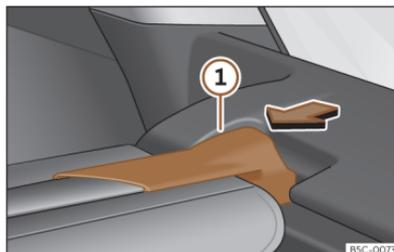

Abb. 176 Im Kofferraum: Abdeckung ausbauen.
- Drücken Sie die Aufhängung der Abdeckung >>> (Abb. 176) ① in Pfeilrichtung.
- Lassen Sie die Aufhängung der Abdeckung >>> (Abb. 176) ① auf der anderen Seite in der Aufnahme einrasten.